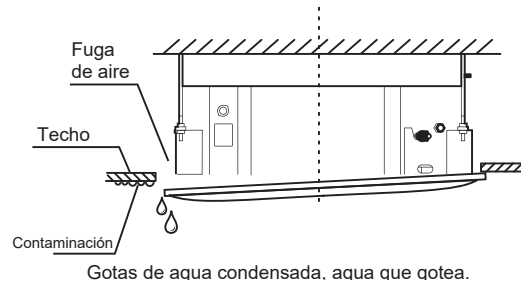

Figura 22
- Si los tornillos están demasiado sueltos, pueden producirse fugas de aire y agua. Vea la Figura 22.